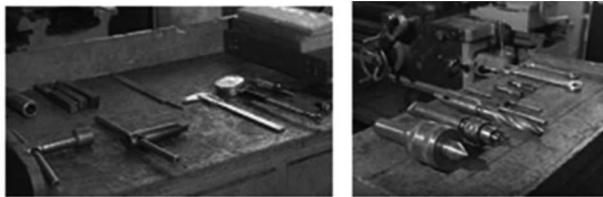

图 1-1-7 工艺装备的摆放
(1) 主轴变速必须先停车, 变换进给箱手柄应在低速或停车状态进行。为保持丝杠的精度, 除车削螺纹外, 不能使用丝杠进行机动进给。
(2) 工具、夹具及量具等工艺装备的放置要稳妥、**+**、合理, 有固定的位置, 便于操作时取用, 用后应放回原处, 如图 1-1-7 所示。主轴箱盖上不应放置任何物品。